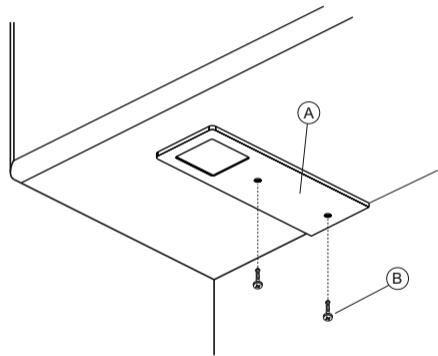

Fig 1
- Fix the screws (B) supplied in the holes of the unit (A) as indicated in Fig. 1,2,3.
- Connect the spotlights to the adaptor and using the extensions provided in the pack (D) following the wiring diagram:
- Fixieren Sie die mitgelieferten Schrauben (B) in den Bohrungen der
Leuchten (A), wie in Abbildung 1,2,3 angegeben.
- Verbindung der Strahler mit einem Verlängerungskabel siehe (D) mit den Steckerteilen (siehe Anschlussplan):
- Visser les vis (B) fournies dans les orifices de l'appareil (A), comme indiqué sur la figure 1,2,3.
- Effectuer le branchement électrique des spots à l'alimentateur au besoin en utilisant les rallonges fournies en dotation (D) en respectant le schéma de connexion: